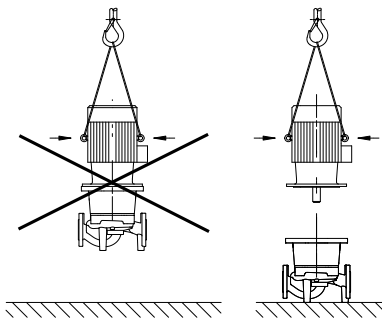

Fig. 30: Transport des Motors
- Die Transportösen am Motor sind nur zum Transport des Motors, nicht aber der ganzen Pumpe zugelassen (Fig. 30).